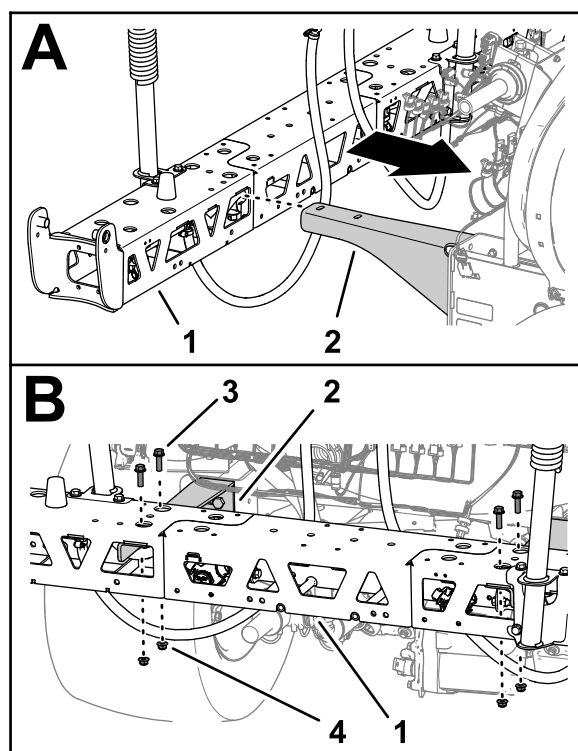

Figura 94
1. Usando un equipo de izado con la capacidad de izado especificada, eleve la sección de fumigación central y alinee la sección de fumigación con los orificios de los soportes (Figura 94).
2. Monte la sección de fumigación central en los soportes (Figura 94) con los 4 pernos con arandela prensada (3/8" x 1 1/4") y las 4 contratuercas con arandela prensada (3/8") que retiró en Retirada de la sección de fumigación central (página 29).